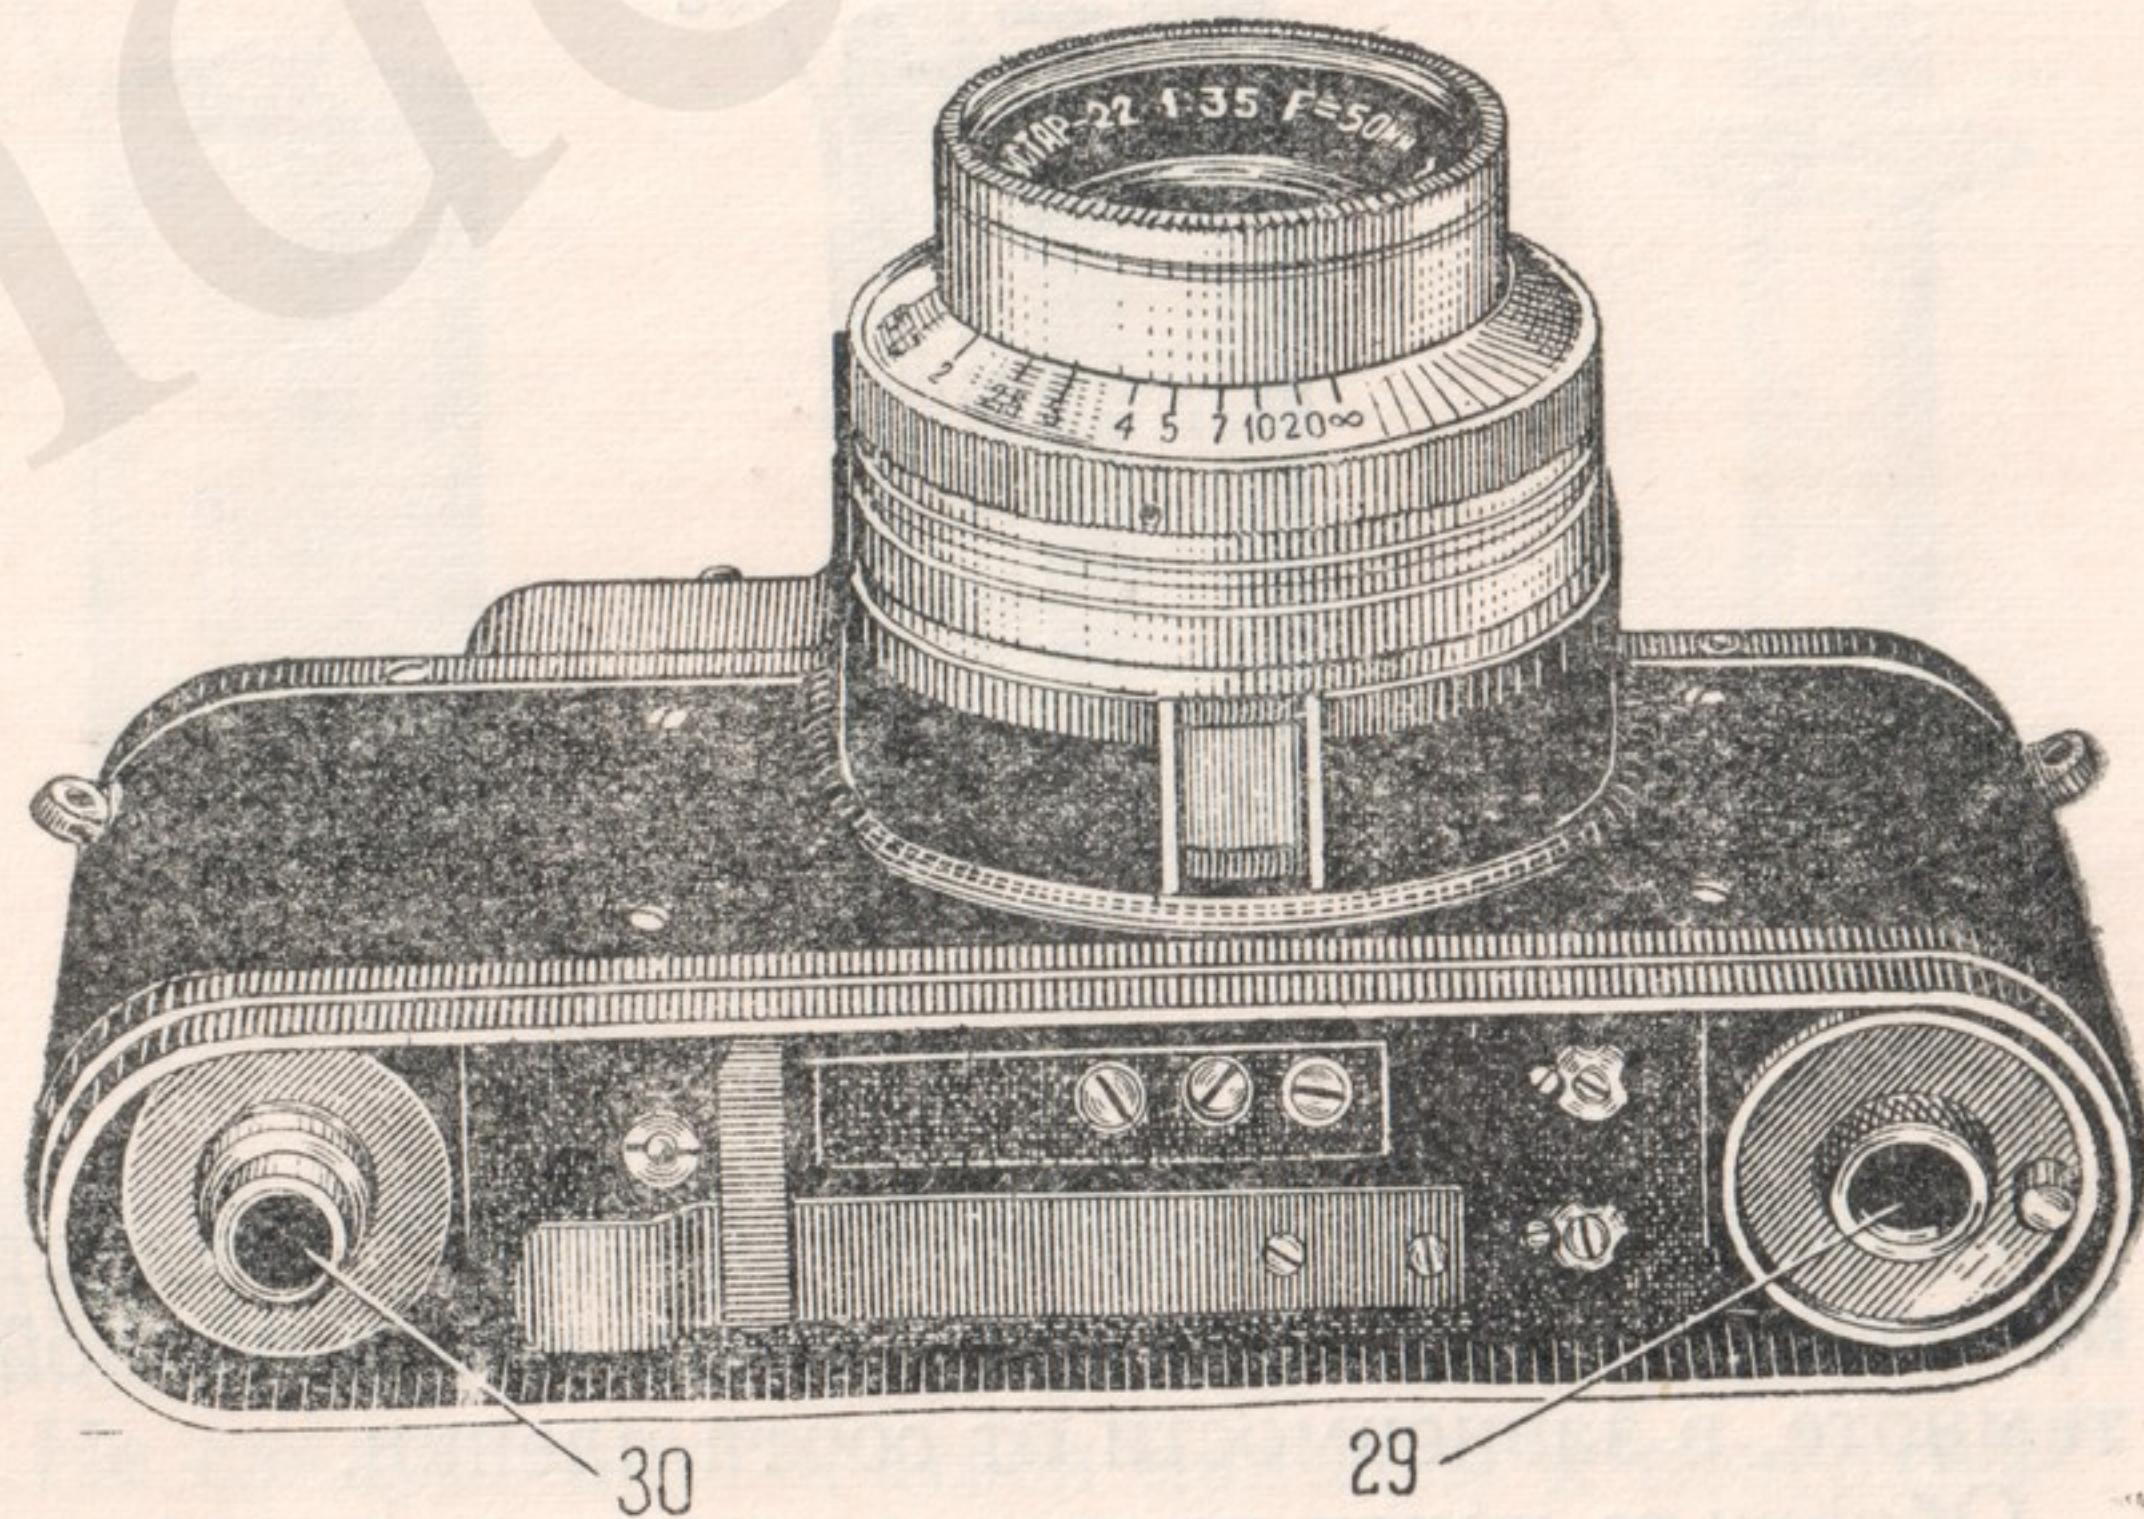

Рис. 5.
бы на слово «ОТКР». После этого крышку поднять за скобку. Внутреннее расположение кассеты и приемной катушки в аппарате видно из рисунка (рис. 5).
1. Выньте из аппарата приемную катушку 30 (рис. 5).